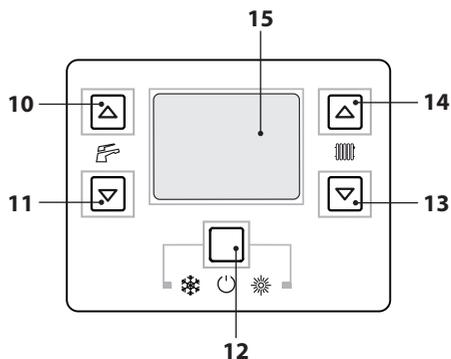
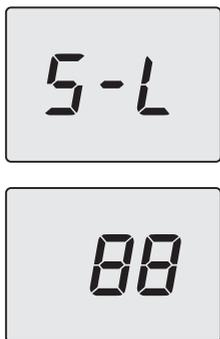

Figura 7.2
Figura 7.12
- Entrare in "modalità programmazione" premendo contemporaneamente per 10 secondi i tasti 12-13-14 (Figura 7.2) fino a far apparire sul display LCD le lettere **P01** che si alternano con il valore del parametro, indicanti l'entrata nel "parametro 01" (Figura 7.3).
- Premere il tasto 13 o 14 (Figura 7.2) per scorrere i parametri fino al parametro **P09** che si alternano con il valore del parametro, indicanti l'entrata nel "parametro 09" (spazzacamini, **00** = spazzacamino non attivo) (Figura 7.4).
- Utilizzare i tasti 13 o 14 (Figura 7.2) fino a portarsi allo stato **dP** (spazzacamino attivo in massimo sanitario) e premere il tasto 12 per confermare. Sul display appare **dP** alternato alla temperatura massima in sanitario.
- Premere il tasto 14 (Figura 7.2) per scorrere i parametri fino al parametro **P09** (spazzacamini) (Figura 7.4).
- Agire sui tasti 14 o 13 (Figura 7.2) per incrementare o decrementare il valore. Attendere 3 secondi per stabilizzare la pressione del gas quindi leggere il valore sul manometro gas. **Ricordarsi di mantenere l'andamento in salita.**
- Premere il tasto 11 (Figura 7.2) per 5 secondi per memorizzare il valore.
- Premere il tasto 10 (Figura 7.2) per passare alla taratura del minimo gas. Il display visualizza S-L alternato al parametro potenza minima assoluta (Figura 7.12).
- Agire sui tasti 14 o 13 (Figura 7.2) per incrementare o decrementare il valore. Attendere 3 secondi per stabilizzare la pressione del gas quindi leggere il valore sul manometro gas. **Ricordarsi di mantenere l'andamento in discesa.**
- Premere il tasto 10 (Figura 7.2) per verificare il valore massimo impostato ed eventualmente correggerlo seguendo la procedura sopra descritta.
- Premere il tasto 10 (Figura 7.2) per verificare il valore minimo impostato ed eventualmente correggerlo seguendo la procedura sopra descritta.